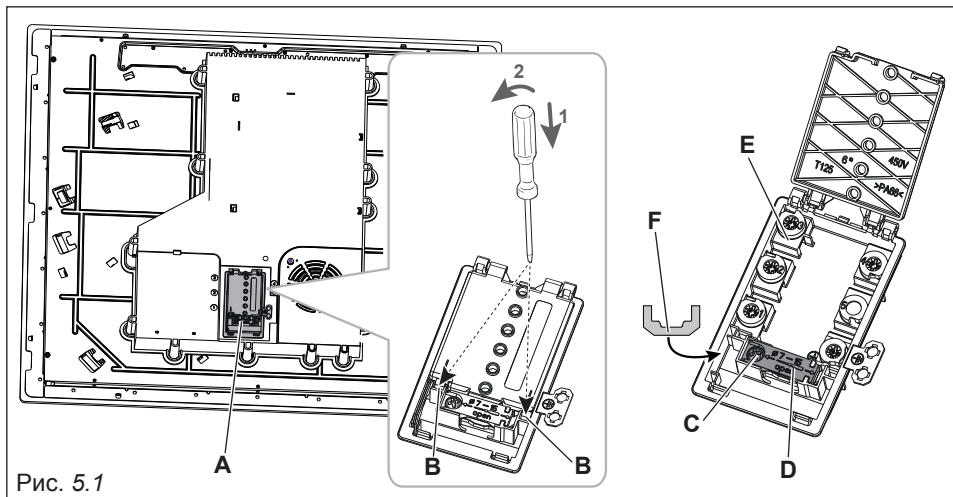

Рис. 5.1
- Отсоединить крышку платы терминала “А”, вставив отвертку в два зацепа “В” (рис. 5.1).
- Отверните винт “С” и полностью открыть кабельный зажим “D” (рис. 5.1).